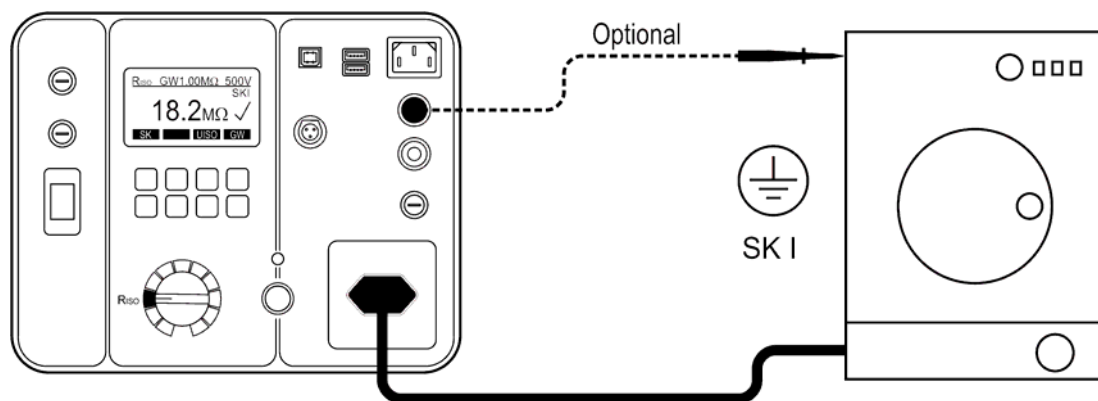

Abb. 12: Anschluss für die Isolationswiderstandsmessung bei einem Prüfling der Schutzklasse I
- Verbinden Sie den Prüfling und die Messleitung entsprechend der Abbildung 12, 13, 14 oder 15, abhängig von Schutzklasse (SK).